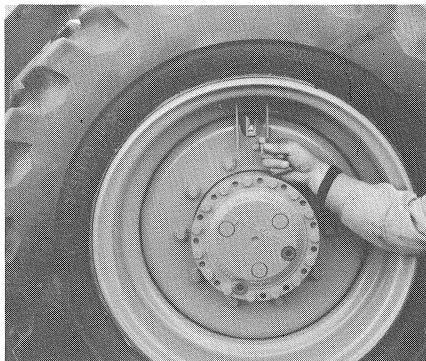
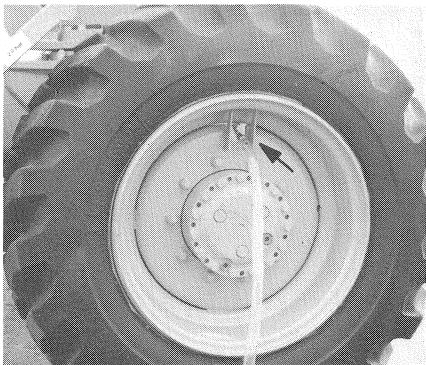

Bild 57
Bild 58
- (1) Rad abbauen.
- (2) Reifen so drehen, daß sich das Ventil in oberster Stellung befindet.
- (3) Ventileinsatz herausdrehen und Verbindungsmautter eindrehen (Bild 57).
- (4) Reifenfüllventil auf die Verbindungsmautter schrauben.
- (5) Lösung von einem höher liegenden Behälter einlaufen lassen.
- (6) Von Zeit zu Zeit Entlüftungsknopf am Reifenfüllventil betätigen (Bild 58/Pfeil).
- (7) Reifenfüllventil abschrauben. Ventileinsatz eindrehen und Reifen mit 2 bar Luftdruck aufpumpen.
- (8) Füllung überprüfen:
- (1) Dismantle wheel.
- (2) Turn the tyre until valve is in uppermost position.
- (3) Screw out valve insert and screw in connecting nut (Fig. 57).
- (4) Screw tyre filling valve onto connecting nut.
- (5) Let the liquid flow from higher basin into the tyre.
- (6) Operate vent knob at the tyre filling valve from time to time (Fig. 58/ arrow).
- (7) Unscrew tyre filling valve. Screw in valve insert and inflate the tyre at a pressure of 2 bars.
(8) Check the filling:
- (1) Démonter la roue.
- (2) Tourner le pneu jusqu'à ce que la valve soit en haut.
- (3) Enlever le mécanisme de valve et visser l'écrou de raccord (fig. 57).
- (4) Visser la soupape de remplissage sur l'écrou de raccord.
- (5) Introduire la solution d'un récipient placé plus haut.
- (6) Actionner de temps en temps le bouchon de purge de la soupape de remplissage (fig. 58/flèche).
- (7) Dévisser la soupape de remplissage. Visser le mécanisme de valve et gonfler de pneu de 2 bars.
- (8) Contrôler le remplissage: